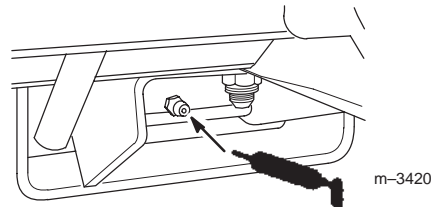

Figure 35
6. Lubrifiez le graisseur de la pédale de frein (Fig. 35).